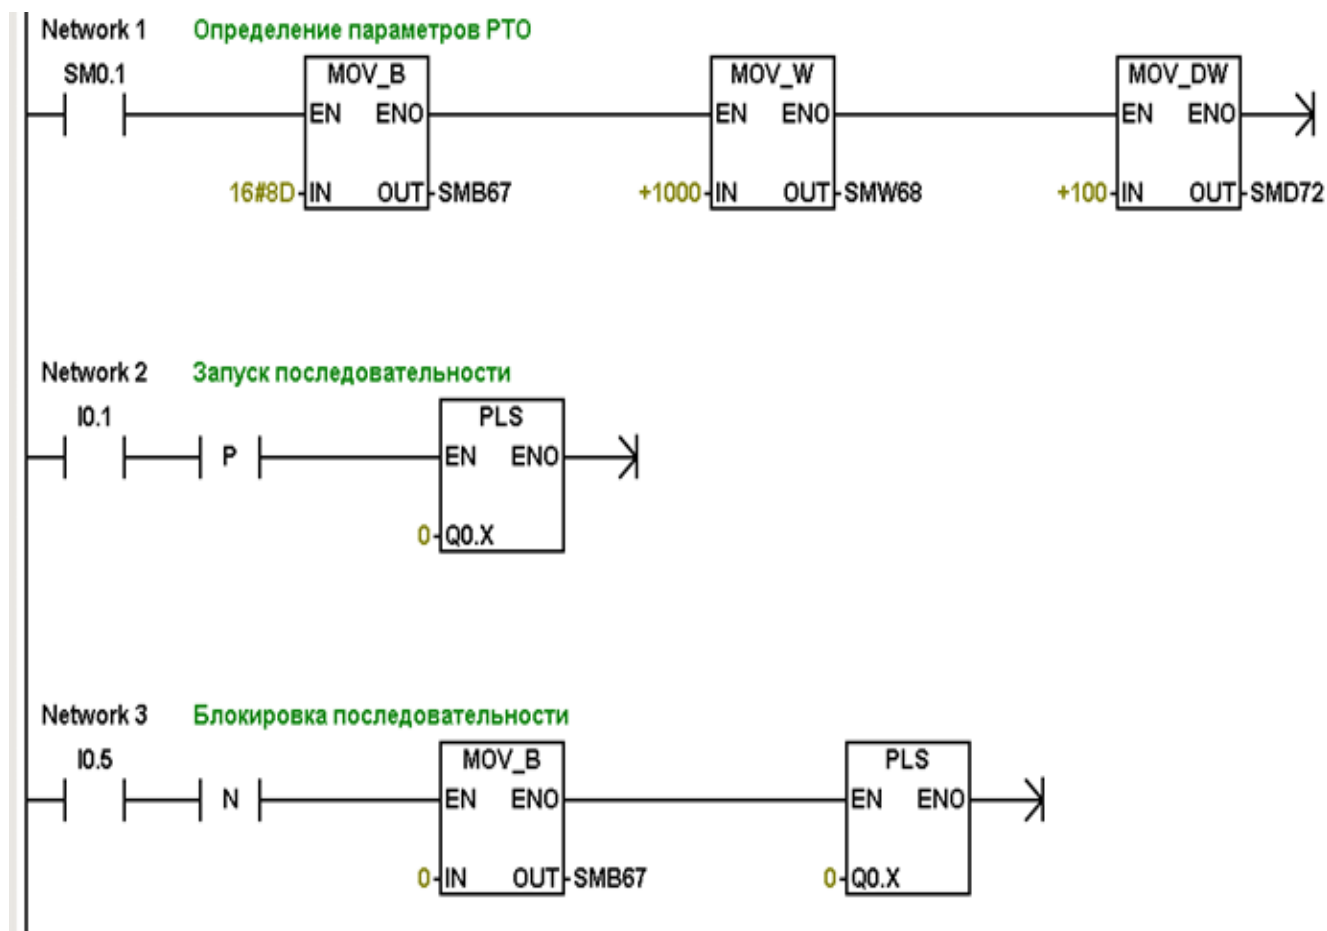
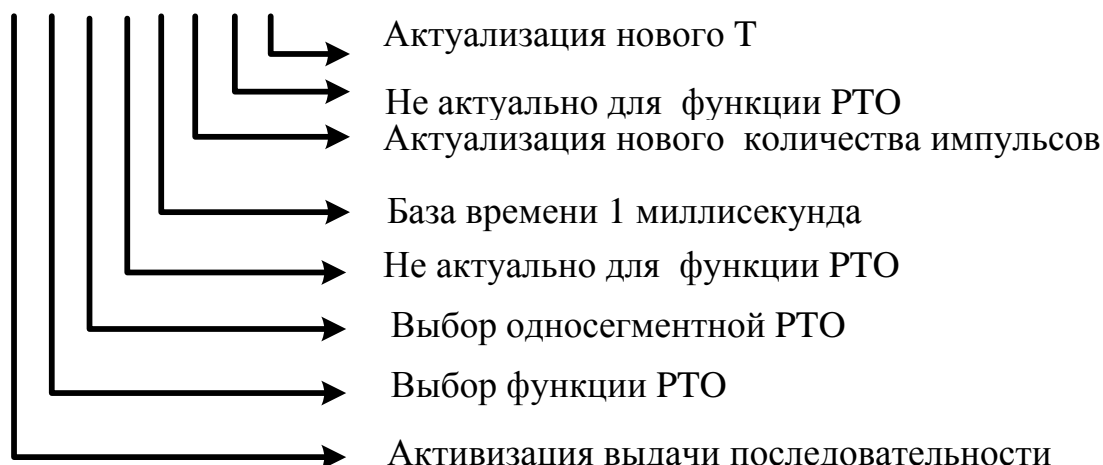

Рис. 5-5. Пример программирования функции односегментного РТО
Рис. 5-6. Управляющий байт односегментной PTO.
1) односегментная выдача заданного количества импульсов с неизменными параметрами. Пример программирования приведен на рис. 5-5, управляющий байт – на рис. 5-6. Здесь показан фрагмент программы в редакторе LAD, реализующий выдачу 100 импульсов с $T=1$ секунда на выход Q0.0. Запуск последовательности осуществляется по заднему фронту на I0.5. Как и для ШИМ, здесь в области специальных маркеров задан управляющий байт и параметры последовательности (количество и период следования импульсов). Инициацию выдачи осуществляет блок PLS.